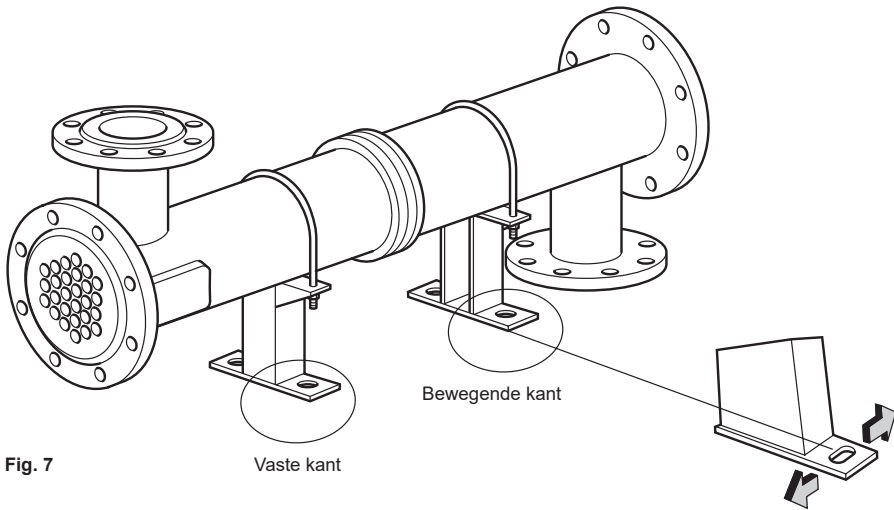

Fig. 7
4.6 Draai de zadelbouten aan een uiteinde van de unit los om vrije uitzetting mogelijk te maken (Afbeelding 7).